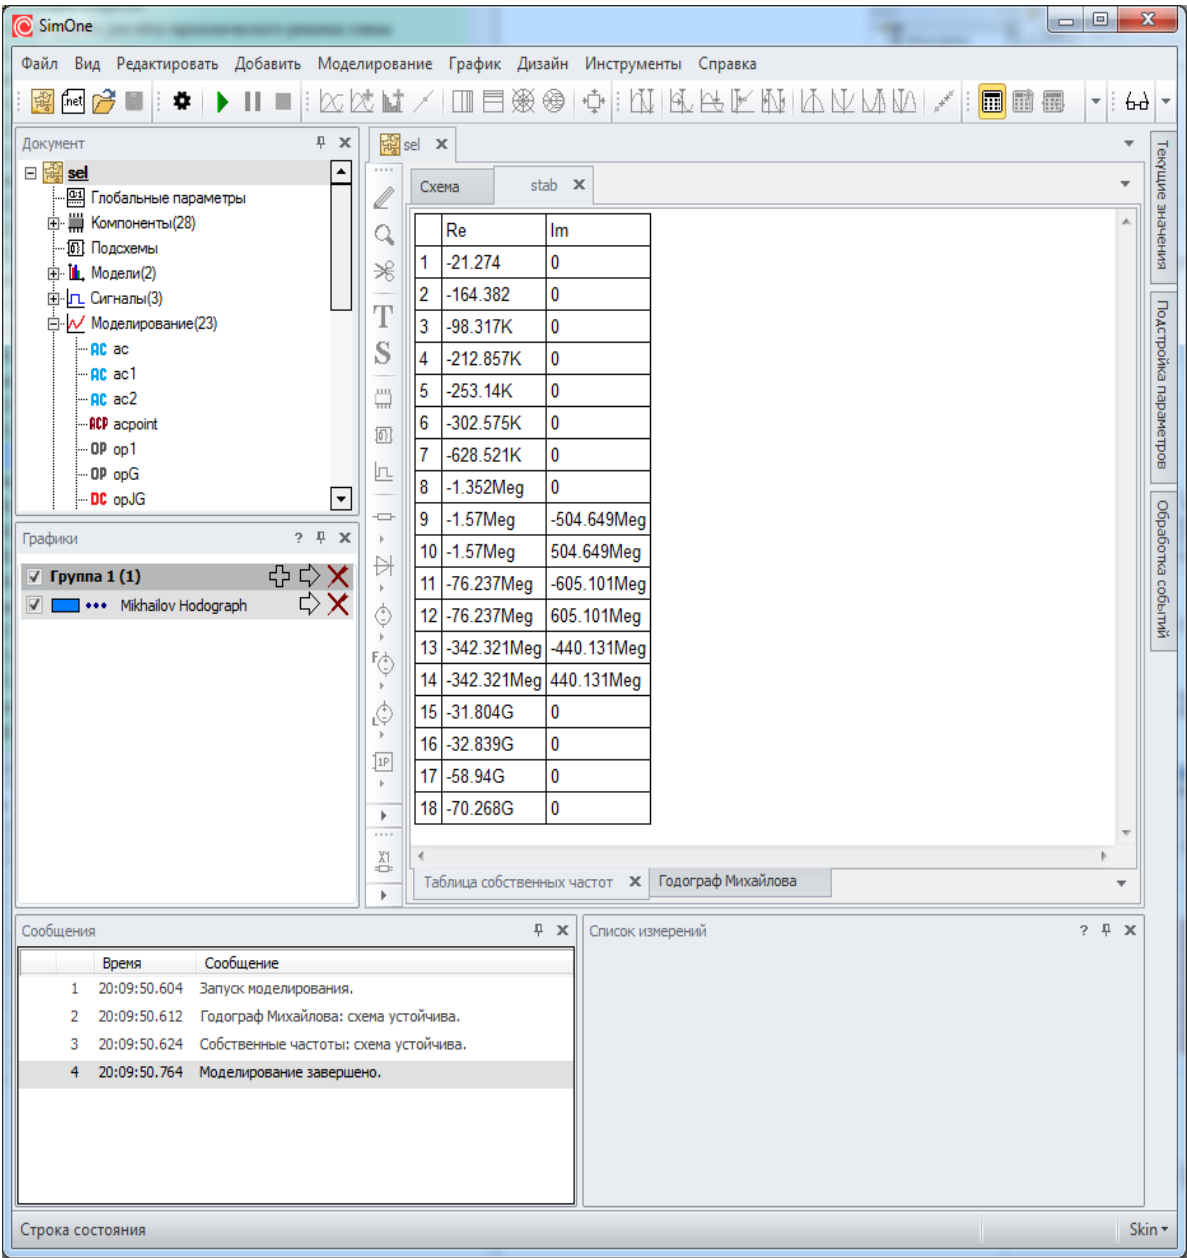

Рис. 15.3.4 Таблица собственных частот схемы
- рассчитает собственные частоты схемы и отобразит их в таблице (рис. 15.3.4)